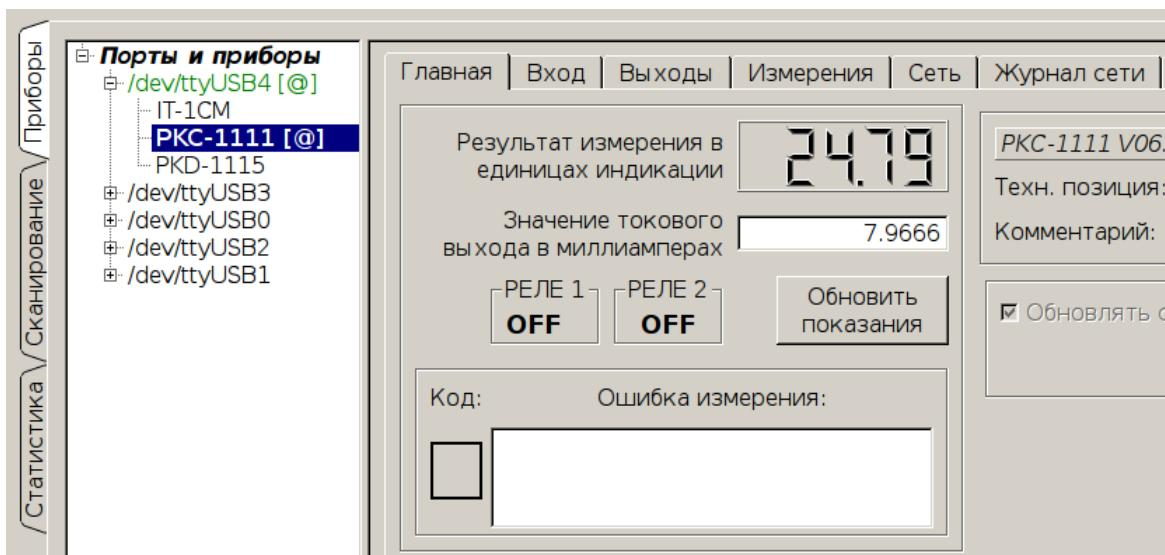

Рисунок 81 - Статус периодического обновления результатов измерений
- [@] - означает, что запущено периодическое обновление результатов измерений (Рисунок 81).